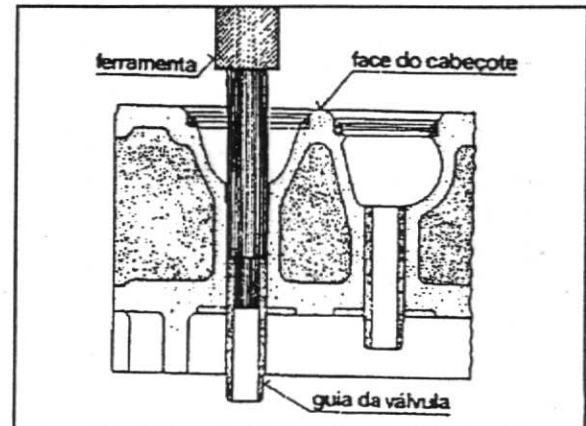

Fig. 18
1. Utilize a ferramenta nº 81 30 403 e uma prensa para sacar a guia, fig.18.